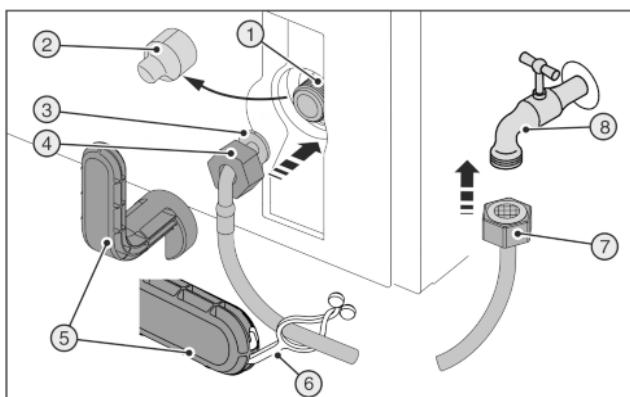
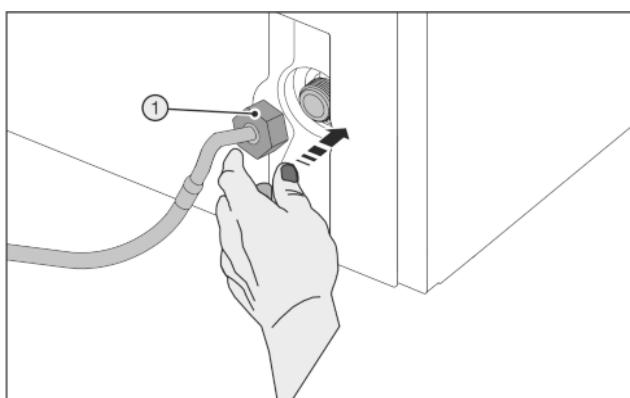

Fig. 45
Fig. 46
Zlomený pomocný nástroj Fig. 45 (5)!
- Používejte pomocné nástroje Fig. 45 (5) výhradně při pokojové teplotě.
- Stáhněte kryt Fig. 45 (2).
- Usnadněná montáž: Rovný konec hadice Fig. 45 (7) položte doleva na podlahu.
- Matici Fig. 45 (4) posuňte přes zahnutý konec hadice Fig. 45 (3) až na konec a držte.
- Nasadte opatrně matici Fig. 46 (1) a dvěma prsty ji rovně našroubujte na závit, až je dosaženo bezpečné usazení.
- Matici Fig. 46 (1) utahujte pomocným nástrojem Fig. 45 (5) ve směru hodinových ručiček, až je dosažen maximální utahovací moment a pomocný nástroj Fig. 45 (5) se přetáčí.
- Našroubujte matici Fig. 45 (7) na uzavírací kohout Fig. 45 (8).
- Matici Fig. 45 (7) utahujte pomocným nástrojem Fig. 45 (5) ve směru hodinových ručiček, až je dosažen maximální utahovací moment a pomocný nástroj Fig. 45 (5) se přetáčí.
- Otevřete uzavírací kohout Fig. 45 (8) na přívodu vody a prověřte těsnost celého vodního systému.
- Zahákněte styčník Fig. 45 (6) do pomocného nástroje Fig. 45 (5) a upevněte k uschování na nerezové hadici.